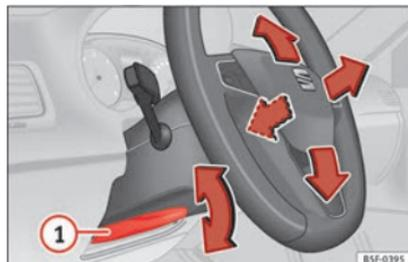

Fig. 19 Levier sur la partie inférieure latérale gauche de la colonne de direction.
• Régler la position du volant : tirez le levier ☞ **fig. 19** ① jusqu'en bas, déplacez le volant